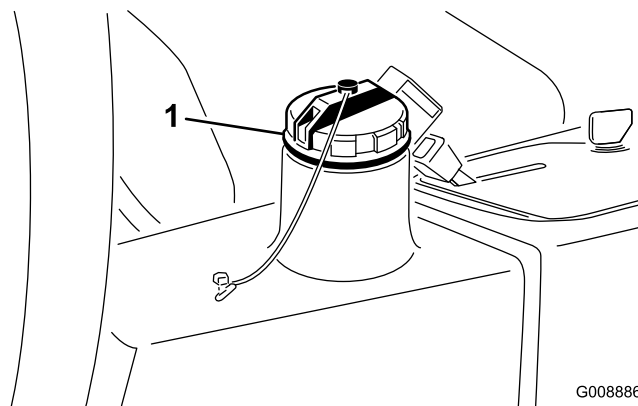

Figure 63
3. Remplissez le réservoir (Figure 63) d'environ 22,7 litres d'huile hydraulique ; voir Contrôle du système hydraulique.